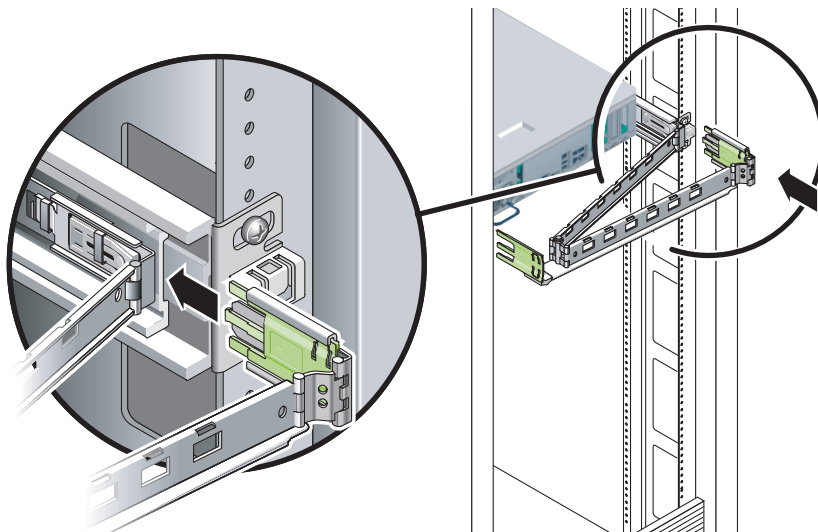

FIGURE 3-32 Raccordement du connecteur CMA externe
3. Insérez l'extension la plus large dans l'extrémité du rail de droite (FIGURE 3-32).